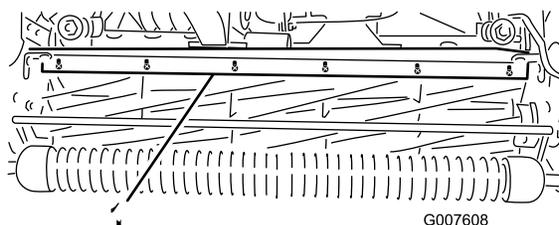

Figure 53
1. Desserrez les vis de fixation de la barre supérieure (Figure 53) au plateau de coupe.